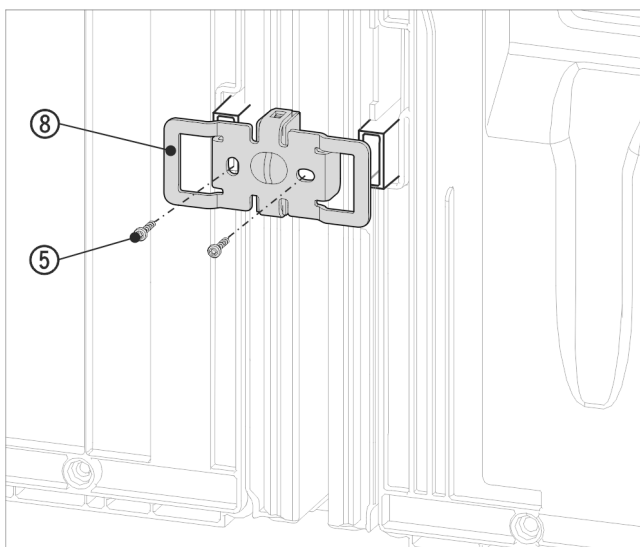

Fig. 18 Príklad zobrazenia
- ▶ Uholník Fig. 18 (8) opätovne posuňte s vybrániami nad uchytenie pre dištančné držiaky na stenu.
- ▶ Priskrutkujte ho pomocou 2 skrutiek Fig. 18 (5).